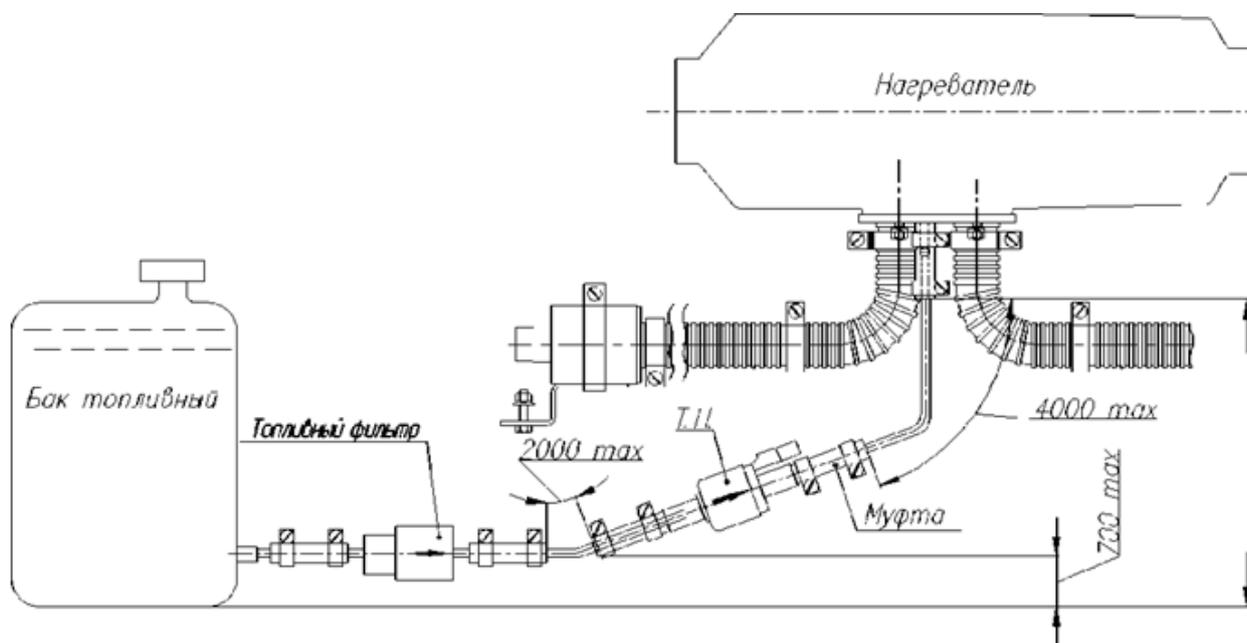

Рис.6
- топливную трубку нагревателя предпочтительней располагать выше максимального уровня топлива в топливном баке (см. рис. 6);
Схемы относительного расположения топливного бака, топливного насоса и нагревателя показаны на рис. 6.